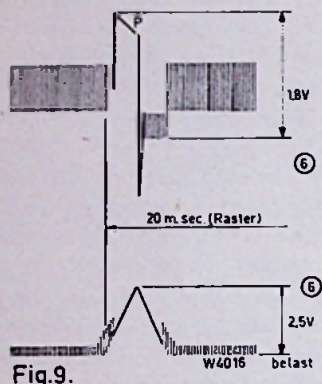

Fig. 9.
De rastersynchr.-impulsen aan de uitgang (repetitietijd 20 m. sec.) zijn in fig. 9 afgebeeld. Het bovenste oscillogram geldt de belaste uitgang op punt 6. Onbelast zou de amplitude daar 4,2 Vtt bedragen, en de helling P geheel recht verlopen. De condensator van 22000 pF in de 17TX123U heeft de meeste invloed op de amplitude, echter niet op de helling P.
Schakelt men (als proef) een zelfinductie van 3,5 H op de plaats van de vervangweerstand van 150 Ω, resp. imiteert men dus de primaire zelfinductie van de discriminatortrafo, dan wordt het oscillogram volgens fig. 9 — ⑥ — onder.
De helling P van fig. 9 is verdwenen en de amplitude eveneens het zesvoudige geworden.